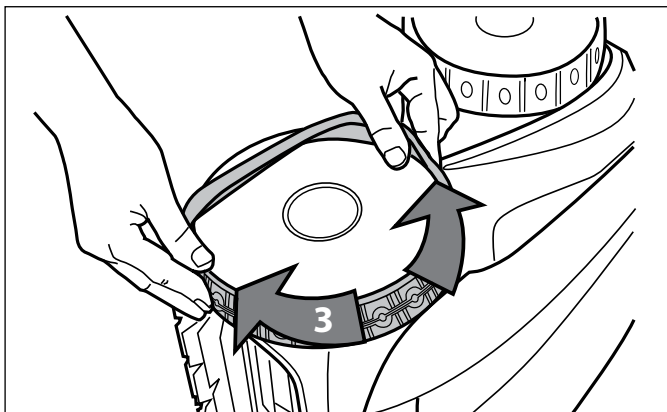

Figure 39. Étirer le pneu autour de la roue
5. Continuer à installer le pneu sur la roue et vérifier que la nervure du pneu est placée correctement dans la rainure de la roue (Figure 39).